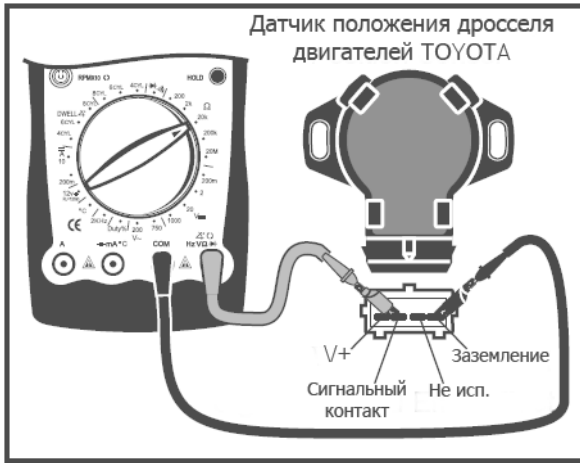

Рис. 21
- (1) Аналогично описанию измерения сопротивлений.
- (2) Когда общая температура нагреваемого датчика повысится, его сопротивление понизится. Тепловое сопротивление температурного датчика автомобильного двигателя обычно меньше 300Ω.
3. Датчик положения (См. рис. 21)